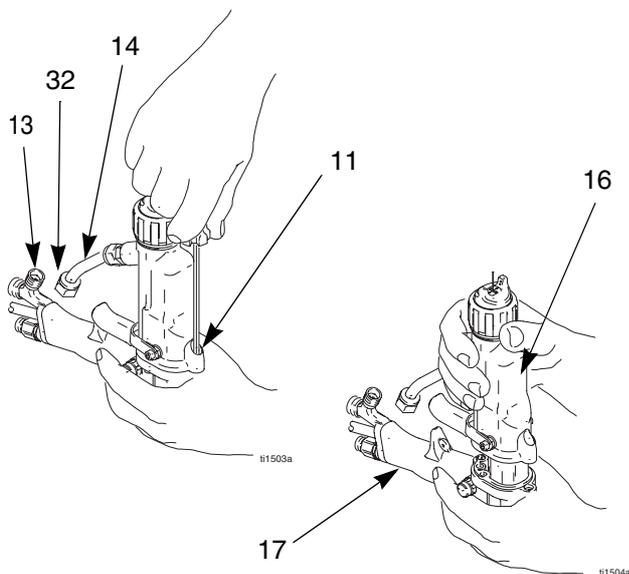

Fig. 13. Dépose du canon
4. Maintenir la poignée du pistolet (17) d'une main et tirer sur le canon (16) tout droit pour l'extraire de la poignée. Voir Fig. 13.